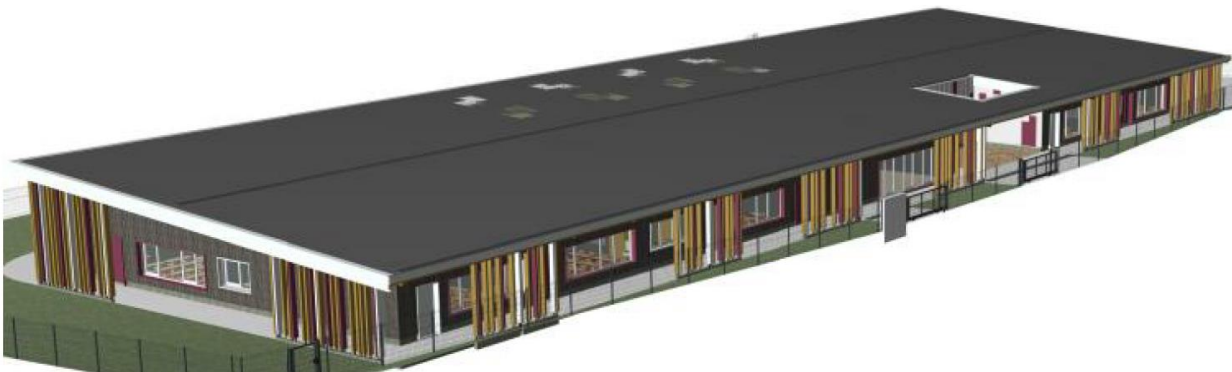

Figure 1 : maquette d'avant-projet de l'école
Le sujet porte sur la construction d'une école municipale maternelle et élémentaire (figure 1) pouvant accueillir 240 personnes, dans la commune de Monnières (44).